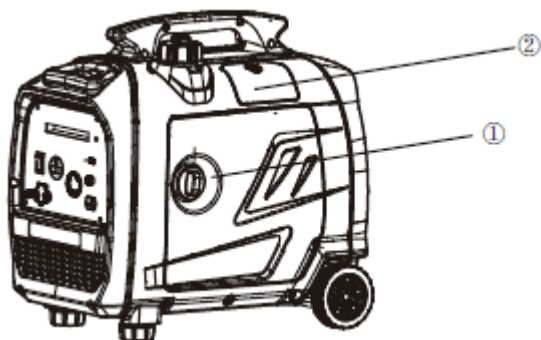

Рис. 1
ЩОБ ДОДАТИ МОТОРНУ ОЛИВУ, НЕОБХІДНО ЗНЯТИ БІЧНУ ПАНЕЛЬ З ПРИСТРОЮ (Рис. 1).
За допомогою хрестоподібної викрутки № 2 викрутіть гвинти (1) та (2) (показані на рис. 1), підніміть та зніміть бічну панель.